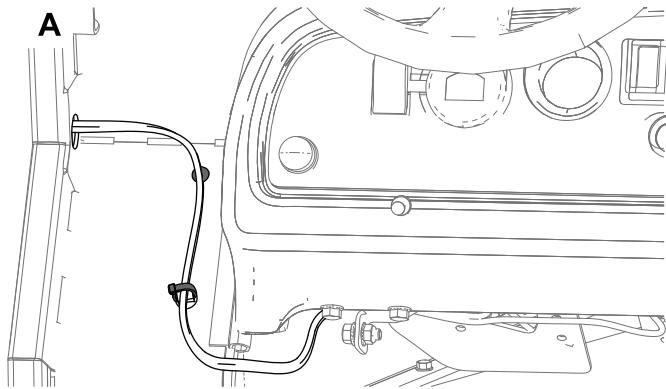

Figure 11
- Acheminez le faisceau de câblage sous le panneau de commande (encadré A de la Figure 11). Placez
- Percez un trou dans la console, insérez le serre-câble dans le trou supérieur du panneau latéral et placez l'obturateur dans le trou inférieur (encadré B de la Figure 11).